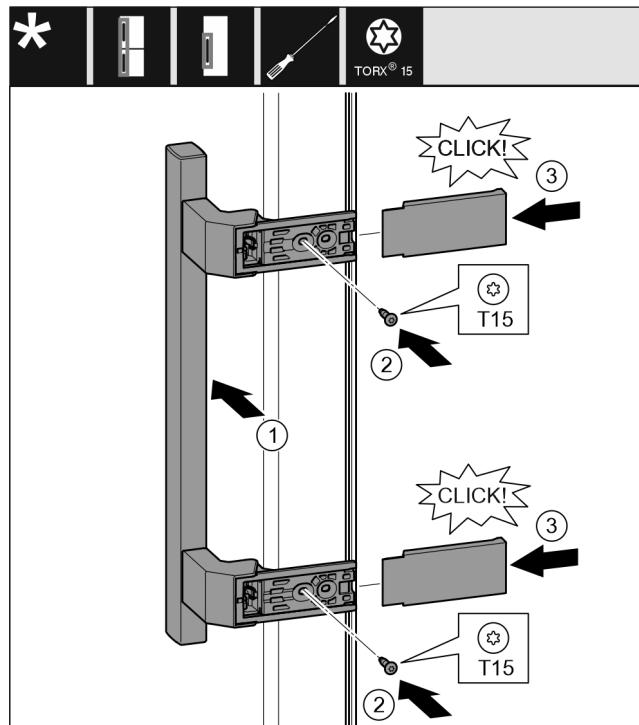

Fig. 19
- Vendosni dorezën në anën e kundërt. Fig. 19 (1)
- Mbërtheni fort vidat me një kaçavidë T15. Fig. 19 (2)
- Vendosni kapakët mbulues anash dhe shtyjini. Fig. 19 (3)